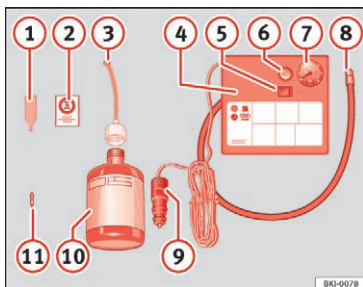

Fig. 104 Havarisættets dele
Havarisættet er placeret i bagagerummet under bundpladen. Det består af følgende dele » Fig. 104:
Tilslut dækpåfyldningsslange » Fig. 104 ⑧ igen, og aflæs dæktrykket på dæktryksmåleren ⑦.